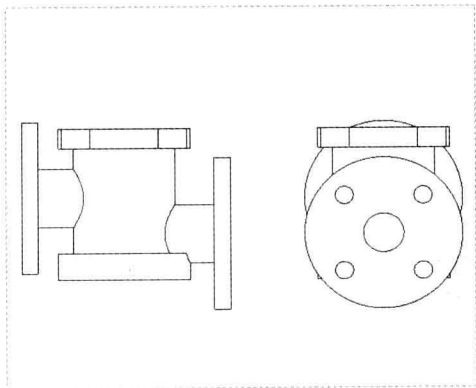

图 12-32 创建辅助视图
Step 05 在插入的辅助视图上，双击鼠标左键，弹出“绘图视图”对话框，在“类别”列表框中选择“视图显示”选项，单击“显示样式”右侧的下拉按钮，在弹出的下拉列表中选择“消隐”选项，单击“确定”按钮，即可创建辅助视图，如图 12-32 所示。